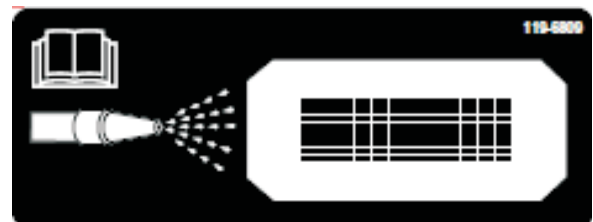
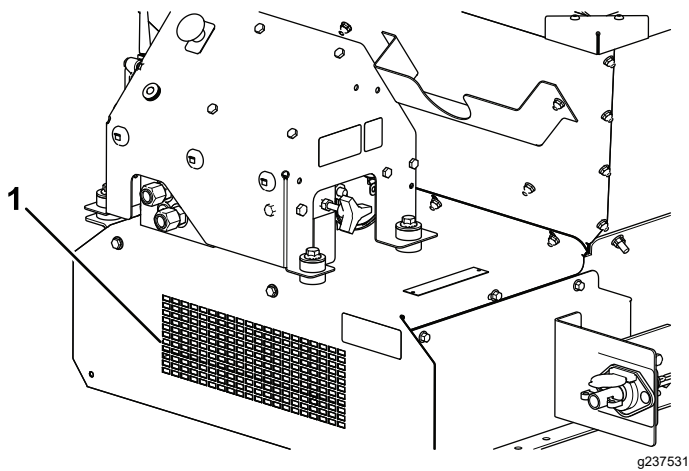

Figura 62
Figura 63
11. Localizați autocolantul cu privire la curăare de la partea frontală a mainii (Figura 62) i, folosind un furtun de grădină, pulverizați prin plasa de protecție frontală până când placa de protecție de la partea inferioară este complet eliberată de material (Figura 63).